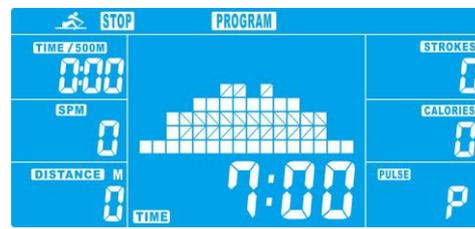

Abbildung 5
- 5.3 Mit der HOCH- und der RUNTER-Taste TIME (ZEIT) voreinstellen (Abbildung 5) und mit ENTER bestätigen.